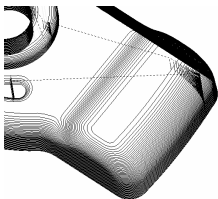
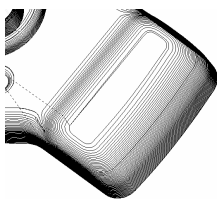

图 4-93 未勾选“螺旋”选项时生成的刀具路径
图 4-94 勾选“螺旋”选项时生成的刀具路径
(3) 螺旋 在两个连续相邻的轮廓表面产生螺旋刀具路径。图 4-93 所示为未勾选“螺旋”选项时生成的刀具路径, 图 4-94 所示为勾选“螺旋”选项时生成的刀具路径。可以看出, 勾选“螺旋”选项时, 会减少提刀次数。